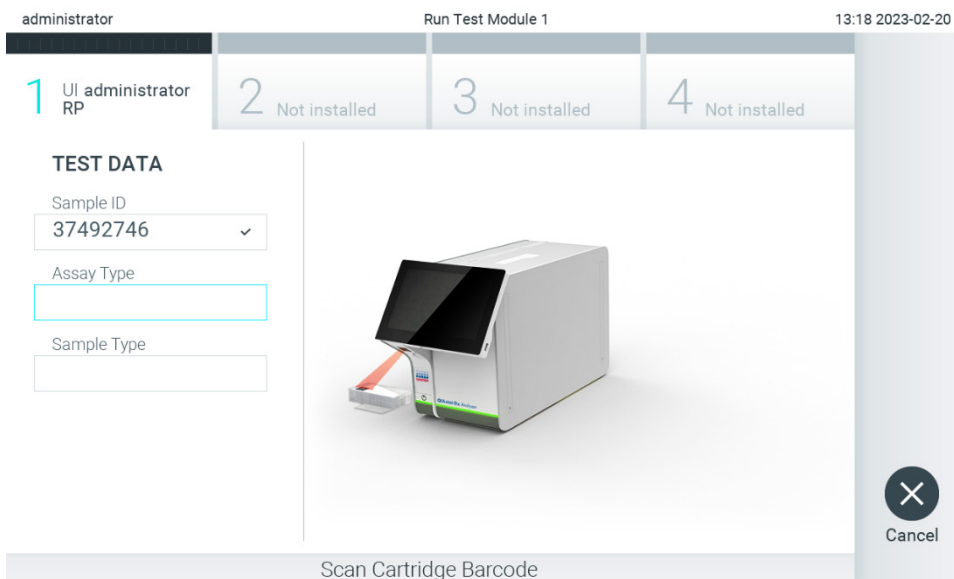

Abbildung 87. Scannen des Barcodes der QIAstat-Dx Assay-Kartusche.
4. Wenn die Testanforderung erfolgreich vom Host empfangen wurde, wird der Text „Scan cartridge for assay <assay\_name> and book order <order\_number> (Kartusche für Assay <Assay\_Name> und Anforderungsnummer <Bestellnummer> scannen)“ angezeigt. Scannen Sie den Barcode der angegebenen QIAstat-Dx Assay-Kartusche (Abbildung 87).